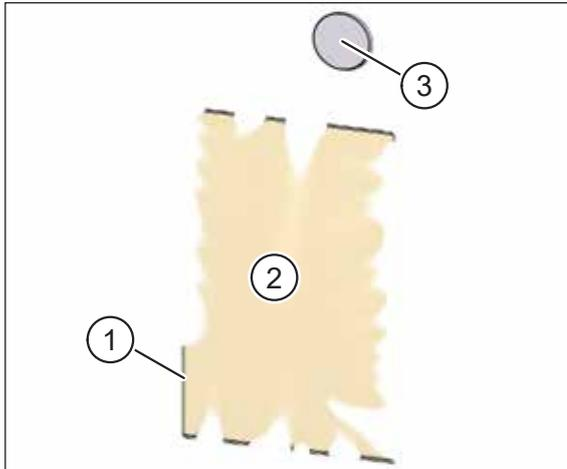

Abb. 68: Montageset innen verputzt
- ▶ Ritzen Sie mit einem Messer den Putz an der Innenseite des Putzrahmens (Pos. 1 in Abb. 68) ein.
- ▶ Entfernen Sie vorsichtig den Putzschutzdeckel (Pos. 2 in Abb. 68) und den darunter liegenden Schutzdeckel.
- ▶ Ritzen Sie mit einem Messer den Putz innerhalb der Zu- und Abluftöffnungen (Pos. 3 in Abb. 68) ein und entfernen Sie das Klebeband mit dem Putz.